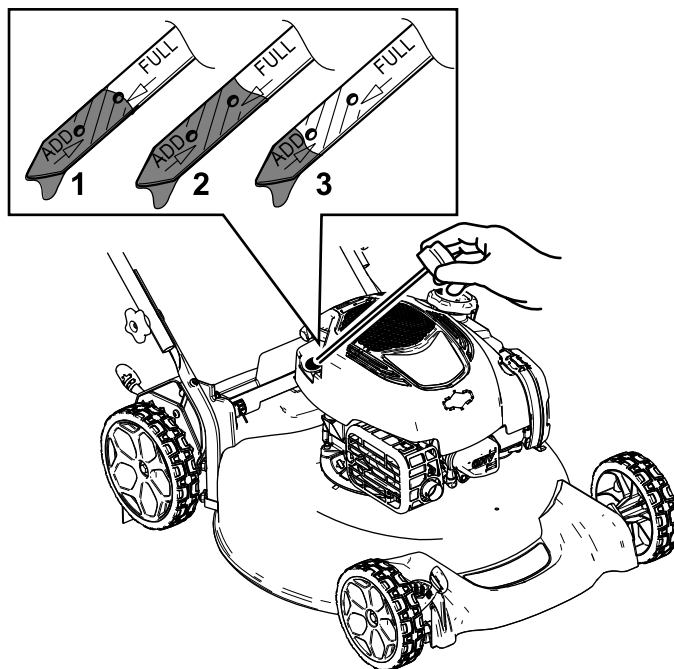

Figura 13
2. Retire a vareta rodando-a no sentido contrário ao dos ponteiros do relógio e puxando-a para fora (Figura 13).
5. Leia o nível de óleo na vareta (Figura 13).
- Se o nível de óleo na vareta estiver demasiado baixo (Figura 13), deite cuidadosamente uma pequena quantidade de óleo detergente SAE 30 ou SAE 10W-30 para o tubo de enchimento de óleo, aguarde
- Se o nível de óleo na vareta estiver demasiado alto (Figura 13), drene o óleo em excesso até que o nível de óleo na vareta se encontre no nível correto; consulte Substituição do óleo do motor \(página 16\).